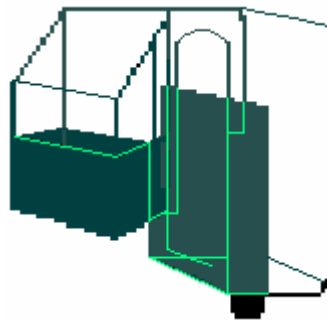
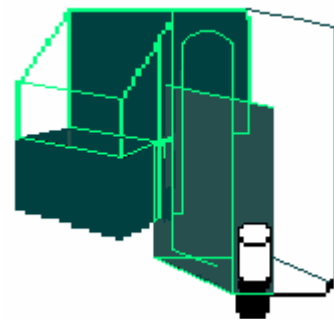

Fig.3
Fig.4
6. Rellenar la cámara frontal con el agua del acuario (Fig.3). Para poner en marcha la caja rebosadero, girar la salida del aire de la caja de rebosadero. Esto puede hacerse conectando un tubo de aire al manguito superior de la unidad. El aire se puede eliminar conectando un tubo a una bomba cabezal o aspirándolo hasta la cámara principal (Fig.4).